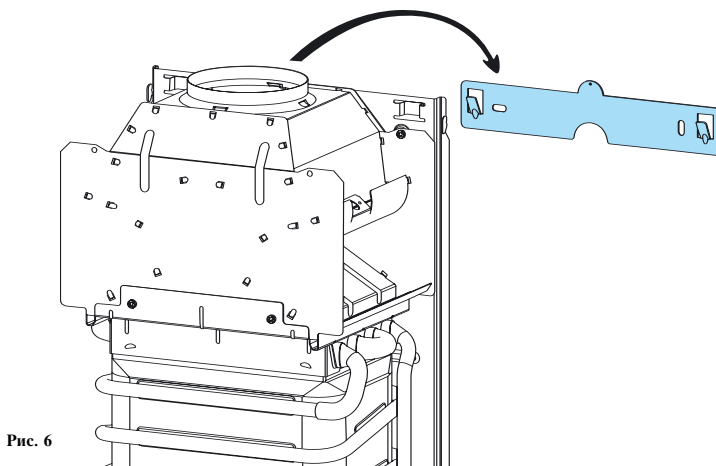

Рис. 6
- Заведите верхние отверстия рамы на крюки крепежной пластины (рис. 6).